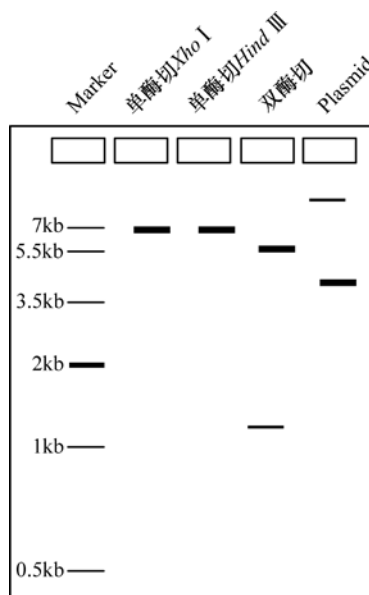

图 3 电泳标准结果示意图
7. 拍照：通过凝胶成像仪来检测电泳结果，预期的结果：双酶切预期会切出两条带，分别是 5.4kb 和 1.3kb；单酶切只有一条单一的条带 6.7kb；未酶切的有一条暗的大带（开环状态的质粒）和一条稍小的亮带（超螺旋状态的质粒），拍照记录实验结果。预期的模拟实验结果如图 3 所示。实验结果出来后需要在原始图片的基础上进行适当的标注，部分真实实验结果如图 4 所示。